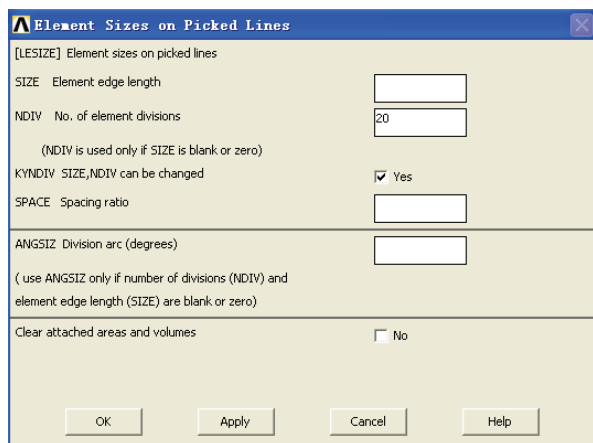

图 6-12 设置线段等分数对话框
4) 选择 Main Menu | Preprocessor | Meshing | Size Cntrls | ManualSize | Lines | Picked Lines 命令, 出现 Element Size on 拾取菜单, 在输入栏中输入 1, 3, 单击 OK 按钮, 出现 Element Sizes on Picked Lines 对话框, 在 NDIV No. of element divisions 输入栏中输入 20, 如图 6-12 所示, 单击 OK 按钮关闭该对话框。